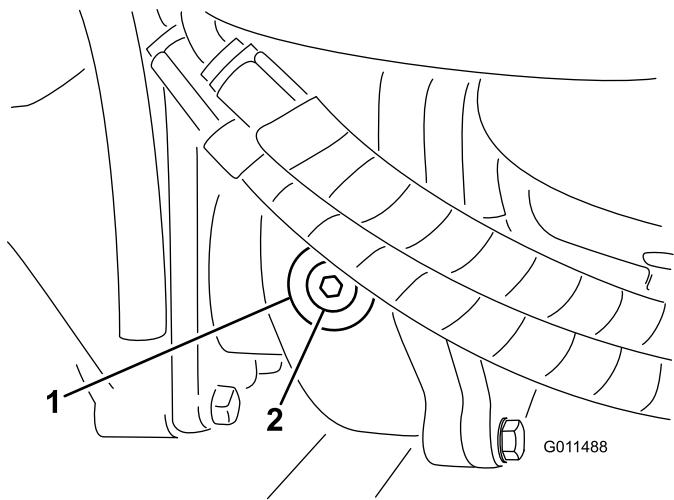

Figura 113
2. Îndepãrtai buonul de verificare/umplere din partea stãngã a cutiei de viteze i asigurai-vã cã nivelul de lubrifiant este pãnã în partea inferioarã a orificiului (Figura 113).